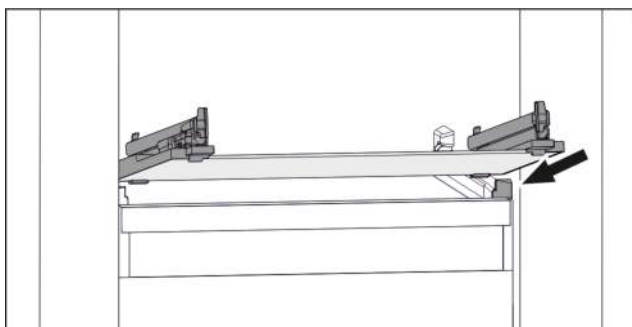

Fig. 99 Beispielhafte Darstellung der Glasplatte
- Glasplatte schräg hinter den Stopperrahmen aufsetzen. (siehe Fig. 99)